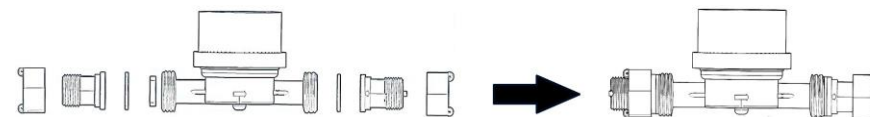

Рис. 5
8. Накидные гайки должны быть затянуты с моментом не более 40 Н/м2. (для контроля момента затяжки гайки применять динамометрический ключ по ГОСТ Р 5125499). *Рис. 5*